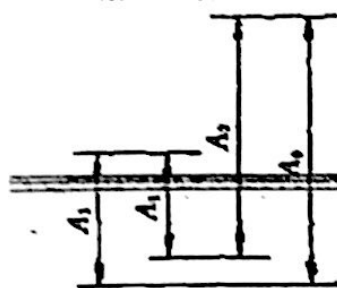

图 1
2. 解: (4分) 建立尺寸链如图 1 所示, (5分) 解尺寸链如图 2 所示,